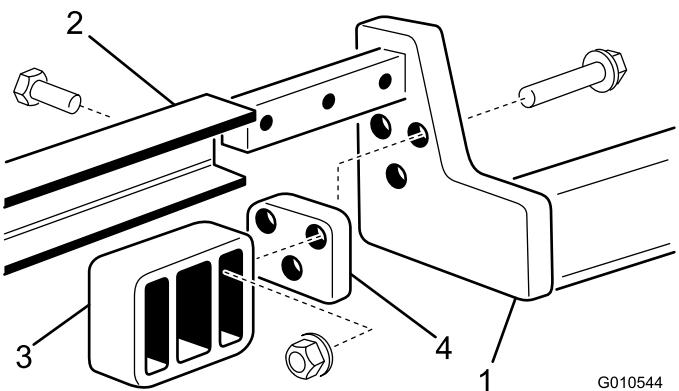

Bild 6
- Befestigen Sie eine Heckgabel mit drei Schrauben (3/8 x 2 Zoll), Distanzstücken und Bundmuttern an jedem Hubarm, siehe Bild 6.
6. Durchmesser von 10,31 mm (3)
- Schieben Sie den Trägerrahmen auf die Hubarme und fluchten Sie die Befestigungslöcher aus. Befestigen Sie jede Seite des Trägerrahmens mit drei Schrauben (1/2 x 1-1/2 Zoll) an den Hubarmen. Ziehen Sie die Schrauben mit 95 bis 108 Nm an (Bild 6).